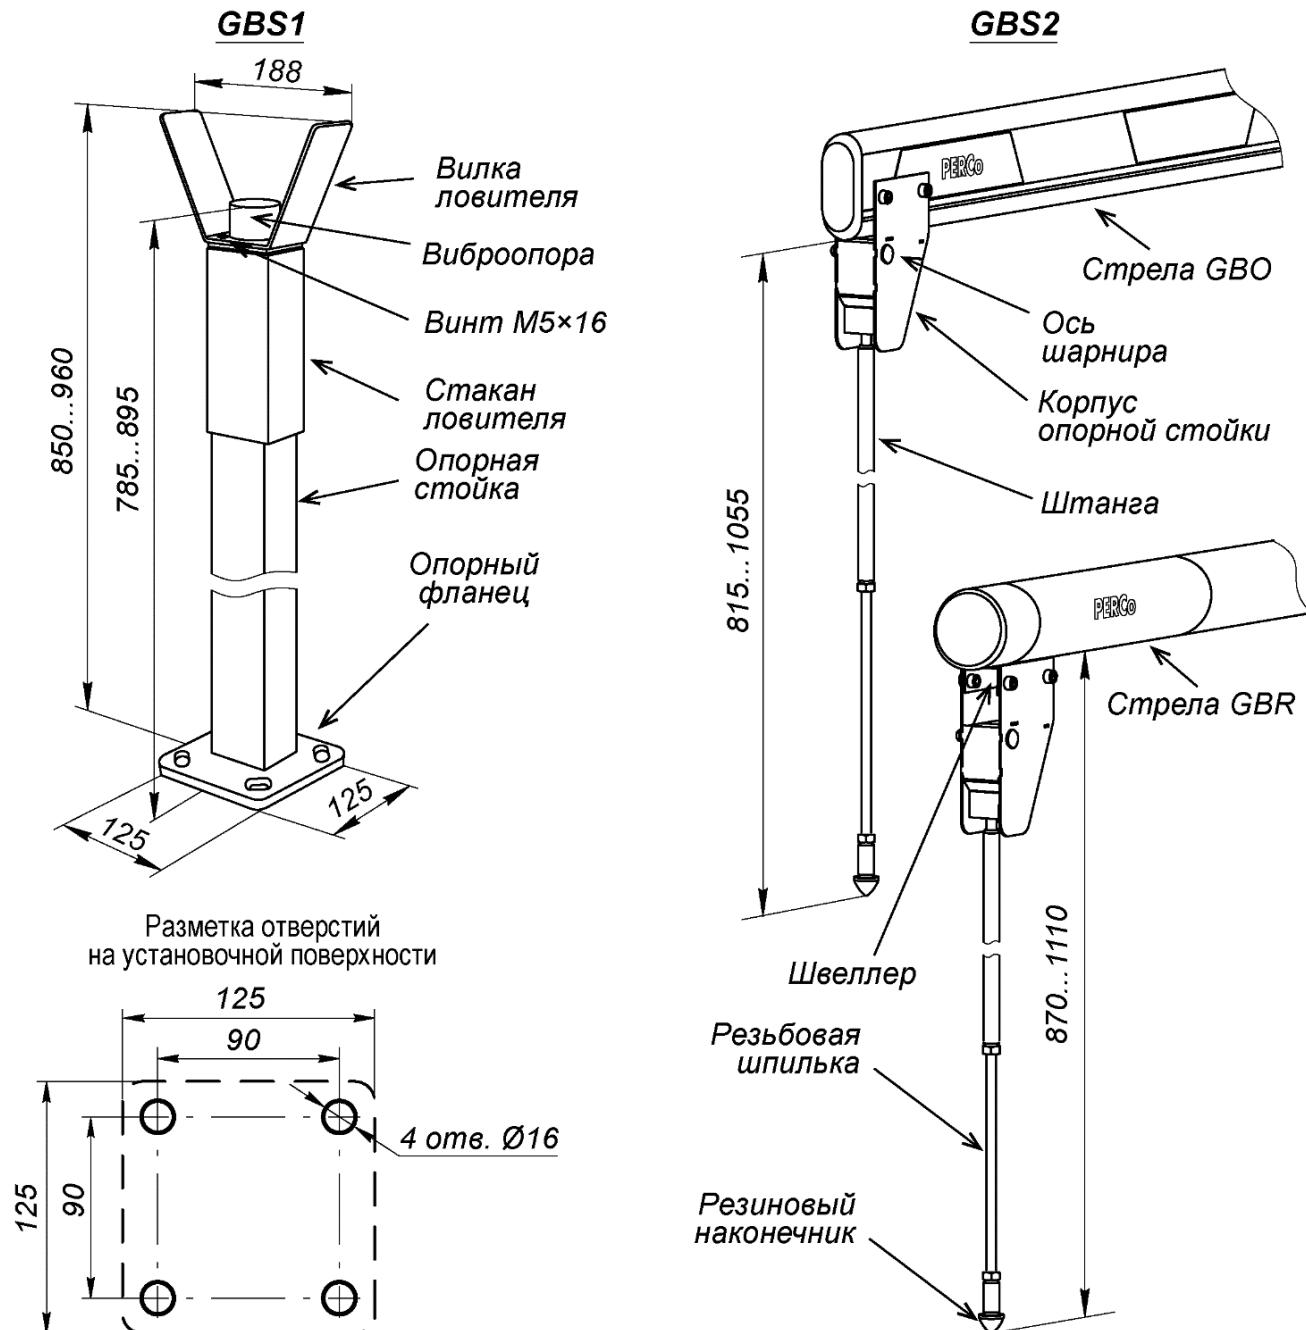

Рисунок 19. Внешний вид опорных стоек PERCo-GBS1 и PERCo-GBS2
При необходимости, а также при длине стрелы более 3 метров, устанавливается опорная стойка с ловителем стрелы **PERCo-GBS1**. Опорная стойка **PERCo-GBS1** состоит из стойки прямоугольного сечения с опорным фланцем и ловителя стрелы (см. рис. 19).
1. Выполните в установочной поверхности отверстия в соответствии с разметкой (см. рис. 19). Ось опорной стойки должна совпадать с продольной осью стрелы шлагбаума (обращаем внимание, не с осью стойки шлагбаума!, см. рис. 7). Размер отверстий на схеме указан для анкеров типа PFG IH10 («SORMAT»), при использовании других типов анкеров необходимо выполнять отверстия соответствующих им диаметра и глубины.
Вместо стационарной стойки **PERCo-GBS1** можно использовать подвесную опорную стойку **PERCo-GBS2**, которая крепится непосредственно на стреле шлагбаума (см. рис. 19). В вертикальном положении стрелы подвесная стойка складывается под собственным весом. При монтаже на прямоугольно-овальной стреле **PERCo-GBO** в стреле необходимо будет просверлить два сквозных отверстия под болты крепления корпуса опорной стойки. На круглой стреле **PERCo-GBR** необходимо предварительно закрепить на заклепках монтажный швеллер из комплекта поставки опорной стойки (см. Инструкцию по монтажу из комплекта подвесной стойки), на который затем монтируется корпус опорной стойки.